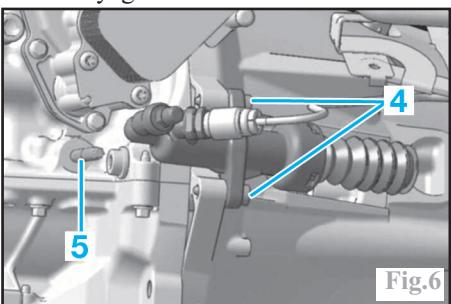

Fig.6
-les fixations (4) (Fig.6) du récepteur d'embrayage.